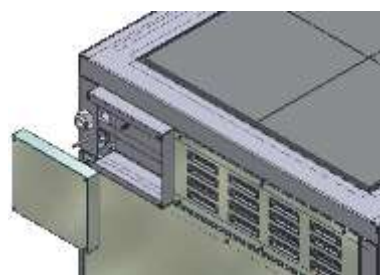

Рисунок 2
5.3. Для подключения электропроводки к плитам (рис.2) с задней стороны предусмотрена съемная крышка.